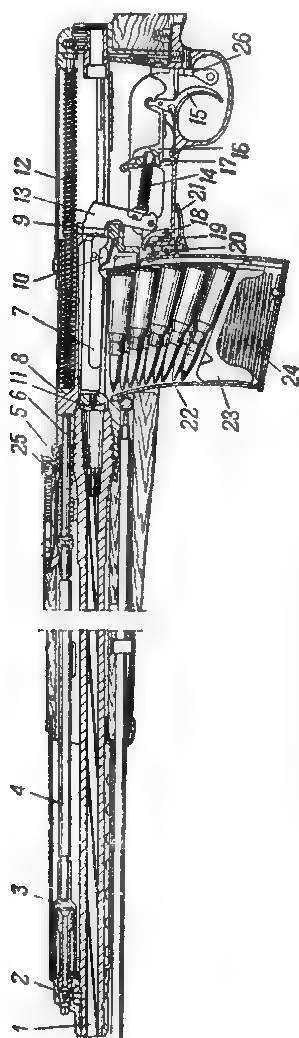

Рис. 74. Положение частей винтовки до заряжания:
64. Части и механизмы винтовки до заряжания находятся в следующем положении (рис. 74):